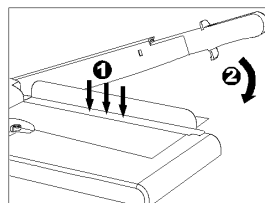

Bild 3
- Drücken Sie mit der einen Hand die Andruckleiste gegen das zu schneidende Material (Bild 3/1).
- Führen Sie mit der anderen Hand den Schneidehebel nach unten, um das Material zu schneiden (Bild 3/2).